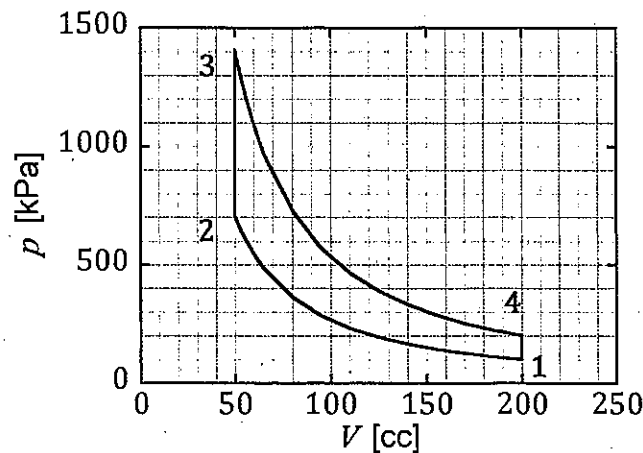

図1 オットー・サイクルの p - V 線図
理想気体 m [kg] が図1に示すオットー・サイクルを行う。理想気体の定積比熱 c_v 、比熱比 κ は一定とする。圧力は p_i 、体積は V_i 、温度は T_i で、各添え字 i は状態1から状態4を表すとして以下の問いに答えよ。
- (1) 状態1から状態2までは断熱変化(圧縮)である。状態2のときの圧力 p_2 を、 κ , p_1 , V_1 , V_2 で表せ。
- (2) 状態1の圧力 p_1 は 101 kPa, 体積 V_1 は 200 cc (cc は cm^3) である。図1から圧力 p_2 , 体積 V_2 を読み取るなどして、 $(V_1/V_2)^\kappa$ を計算せよ。
- (3) 状態2から状態3までは等容変化(定積変化)である。この間に加えられた熱量 Q を、 m , c_v , T_2 , T_3 を用いて表せ。
- (4) 状態3から状態4までは断熱変化(膨張)である。状態3から状態4までに、外部にする絶対仕事 W を、 m , c_v , T_3 , T_4 を用いて表せ。
- (5) 状態4から状態1までは等容変化である。このサイクルの熱効率 η を、 V_1 , V_2 , κ を用いて表せ。